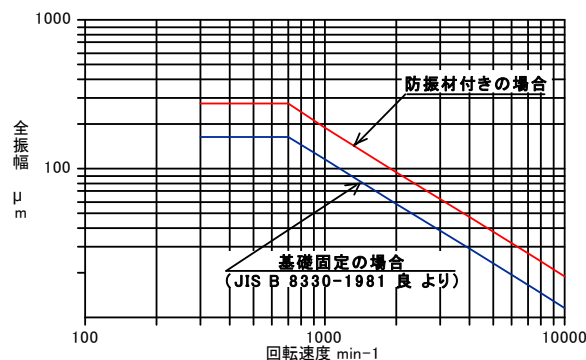

図 17 振動状態の参考判定基準
- (2) Vベルトは、摩耗してきたり、傷んだらお取替えください。Vベルトの寿命（交換時期）は、使用される環境（温度・湿度・太陽光・粉塵等）や条件（伝達動力・起動回数等）により変わりますが、一般空調送風機の場合の目安は1年です。
- (3) Vベルトは、使用中に伸びますので、定期的に張りをチェックしてください。この伸びは特に新しいVベルトで運転初期に大きく発生しますので、運転開始後10～50時間で張りを調整してください。調整は **5** 据付の第4項“Vプーリの芯出しとVベルト調整”の項を参照ください。
- (4) 軸受許容温度は、一般的には室温+40℃以下かつ80℃以下です。温度が軸受許容温度を超えている場合は、運転を停止して点検してください。
- (5) 軸受箱の音や振動は、運転開始数日後の状態を基準として、判断してください。
- (6) ファンが正常で、据付、ダクト配管工事が正しく施工されている場合の振動の基準値を図17に示します。